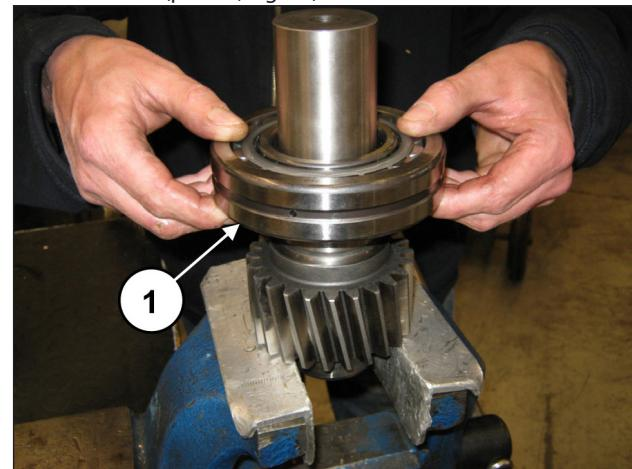
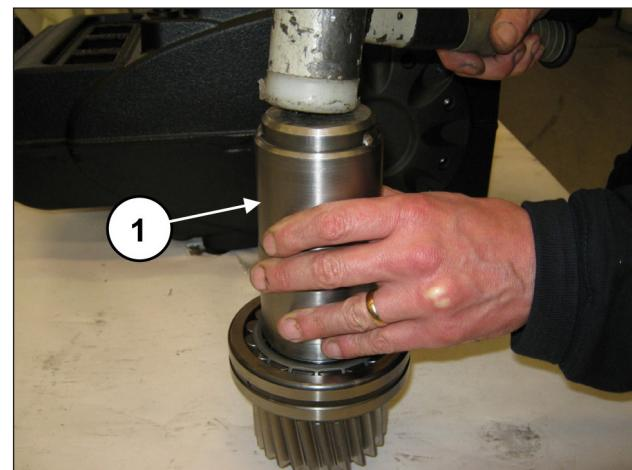

Fig. 83
Fig. 84
Por el otro lado del piñón, premontar el cojinete 55x120x29 (pos. ①, Fig. 83) introduciéndolo a fondo con la herramienta cód. 27604800 (pos. ①, Fig. 84).